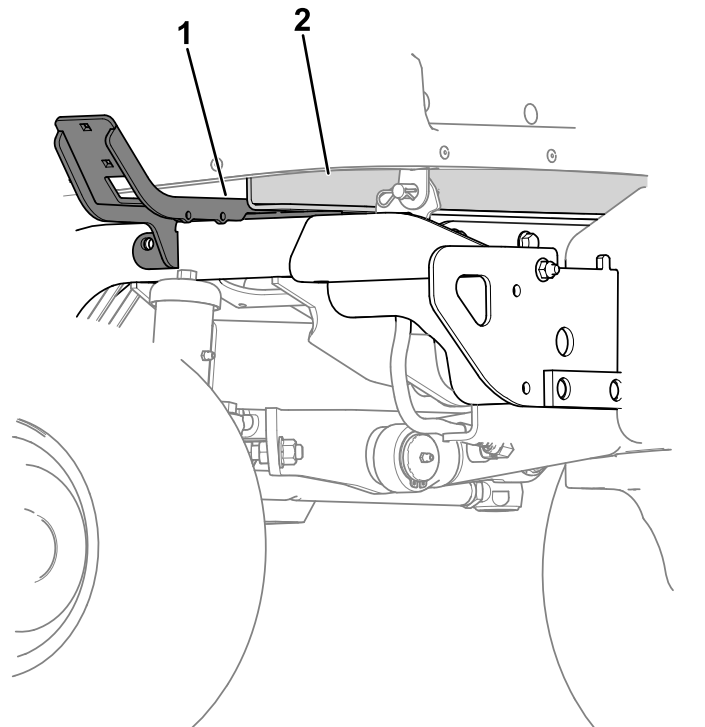

Bild 16
2. Heben Sie das Batteriefach leicht an und setzen Sie die linke und rechte Halterung zwischen Batteriefach und Rohrrahmen ein (Bild 16).